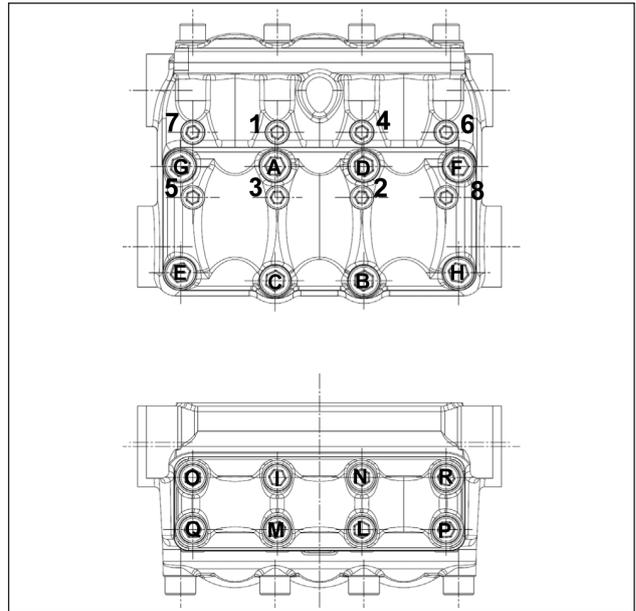

图 30
** 分解图部件号55的泵头固定螺丝必须按照(图 30)表中所述的顺序用扭力扳手拧紧。
*** 分解图部件号45和58的阀盖固定螺丝必须按照(图 30)表中所述的顺序用扭力扳手拧紧。